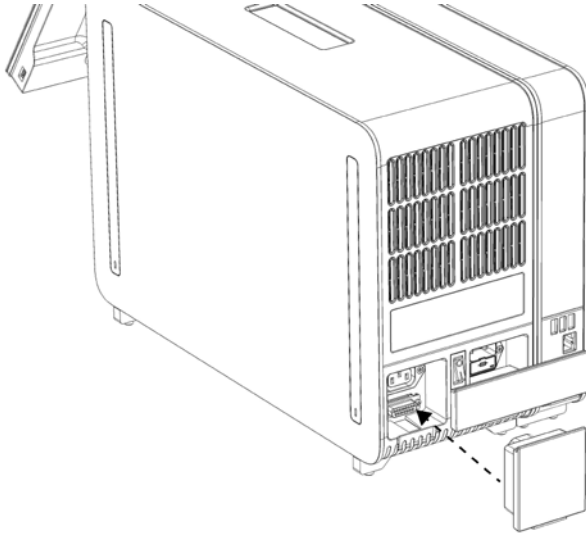

Abbildung 9: Verbinden des Abschlusstücks
6. Verbinden Sie das Abschlussstück mit dem Analysemodul an dessen Rückseite (Abbildung 9).